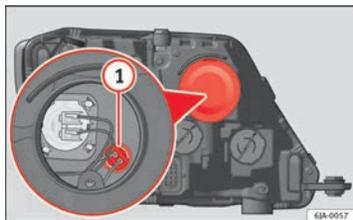

Fig. 147 Sostituzione della lampadina delle luci di posizione
- Togliere il coperchio di protezione ⇒ fig. 147.
- Estrarre il portalampada ⇒ fig. 147 ① tirandolo verso l'esterno.